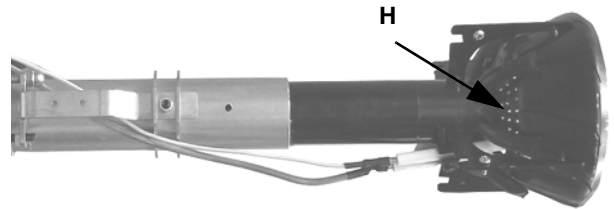

Fig. 60
- 4 Desconectar el conector **CR** del circuito impreso (Fig. 60).
- 5 Para extraer el cabezal de combustión, tirarlo hacia uno mismo. Una vez extraído, controlar que los orificios de paso de aire y gas (Fig. 60 - **H**) no estén obstruidos. Limpiar el cabezal de combustión con un chorro de aire comprimido o bien, en caso de incrustaciones, con un cepillo de hierro.